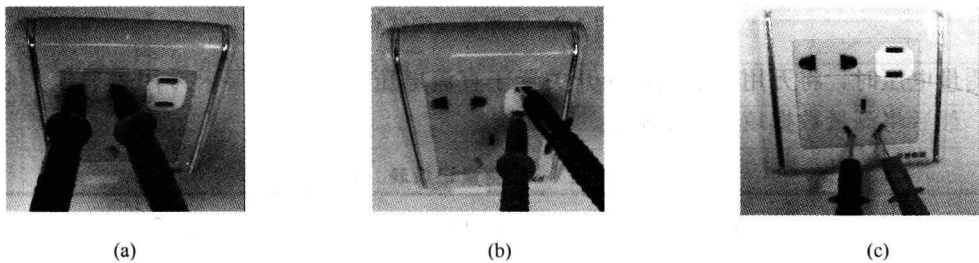

图 1-7 红表笔插入火线
(5) 红表笔插入 220V 电源插座火线插孔，黑表笔插入 220V 电源插座零线插孔，观察万用表指针偏转情况，如图 1-7 所示。动作熟练后可单手拿双表笔插入插座。
(6) 待万用表指针稳定后，读取数值并记录。